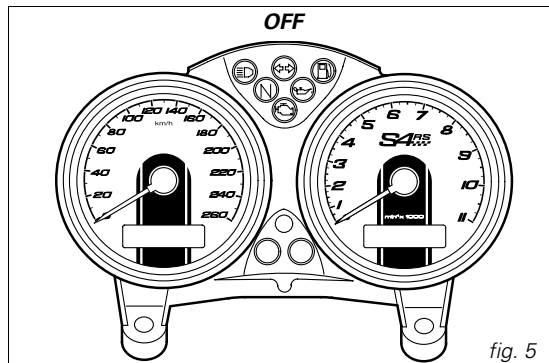
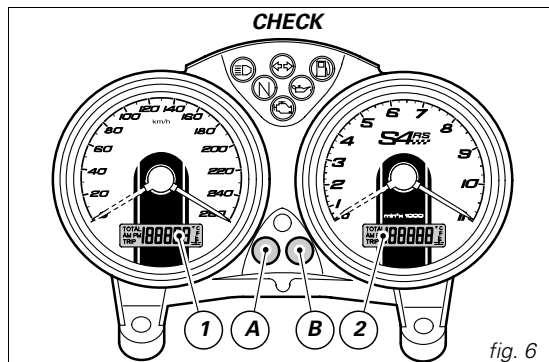

fig. 5
fig. 6
À l'allumage (en tournant la clé de contact de la position **OFF** à la position **ON**), le tableau de bord effectue le **diagnostic** de toute l'instrumentation (indicateurs à cadran, afficheurs, témoins) (fig. 5 et fig. 6).
Appuyer sur la touche (B, fig. 6) clé sur **ON** pour basculer entre le totaliseur journalier et le compteur kilométrique.
Pour mettre le totaliseur journalier à zéro, appuyer sur la touche (B, fig. 6) pendant plus de 2 secondes quand **TRIP** est affiché (LCD 1).
Appuyer sur la touche (A, fig. 6) clé sur **ON** pour afficher l'horloge et la température de l'eau.
Appuyer sur la touche (B, fig. 6) pendant au moins 2 secondes.
Sélectionner **AM/PM** en appuyant sur la touche (A, fig. 6).
Appuyer plusieurs fois sur la touche (A) pour modifier l'heure. Appuyer sur la touche (B, fig. 6) pour régler les minutes.
En appuyant sur la touche (B, fig. 6) dans les 5 secondes suivant la rotation de la clé sur la position **ON**, chaque pression de cette touche déterminera une variation de l'intensité lumineuse du tableau de bord.